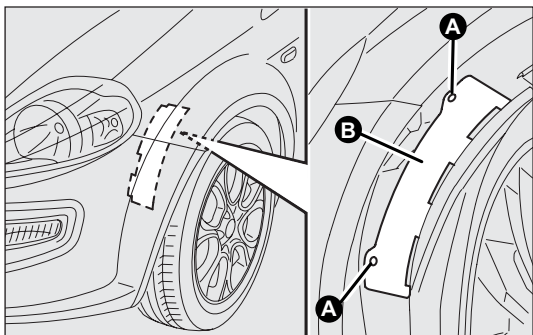

рис. 163
Передние указатели рис. 163
- раскрутите крепежные элементы А – рис. 163 и снимите крышку люка доступа В;
- установите крышку В – рис. 163 и закрутите крепежные элементы А.